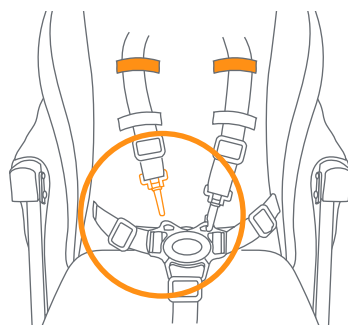

Fig. 21
21) • Unhook the shoulder straps only if adjusting the harness positions (Fig. 21).
• Desenganchar las correas de los hombros solo si ajusta las posiciones del arnés (Fig. 21).